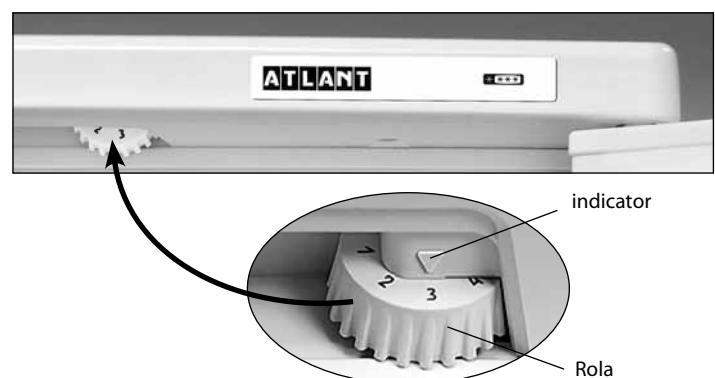

Figura 3 – Controlul temperaturii
1.5 Organ de regulare a temperaturii în conformitate cu figura 3 este rolul de regulare a temperaturii (în continuare – rol). Rolul se roteste în sensul acelor de ceasornic și invers acelor de ceasornic și are diviziuni cu cifre notate și se instalează la diviziunea selectată. Diviziunea cu marcarea la "1" corespunde temperaturii cea mai ridicată (răcirea cea mai mică) în camera, la diviziunea "7" – cea mai joasă (cea mai mare racire). Diviziunea rolului trebuie instalată sub indicator la reglarea temperaturii.
Deschideți ușa SF și setați rolul la diviziunea "2." Închideți ușa SF. Pe viitor, pentru a selecta temperatură optimă pentru depozitarea alimentelor în secțiune trebuie regulaq temperatură cu ajutorul rolului, așa cum se arată în figura 3. În cazul în care, după regulare sau în urma schimbări condițiilor de exploatare, compresorul a inceput să lucreze continuu, este necesar de a rota lent rolul în direcția de micsorare pana la un clic a regulatorului de temperatură. După regulare, temperatura în frigider se menține în mod automat.